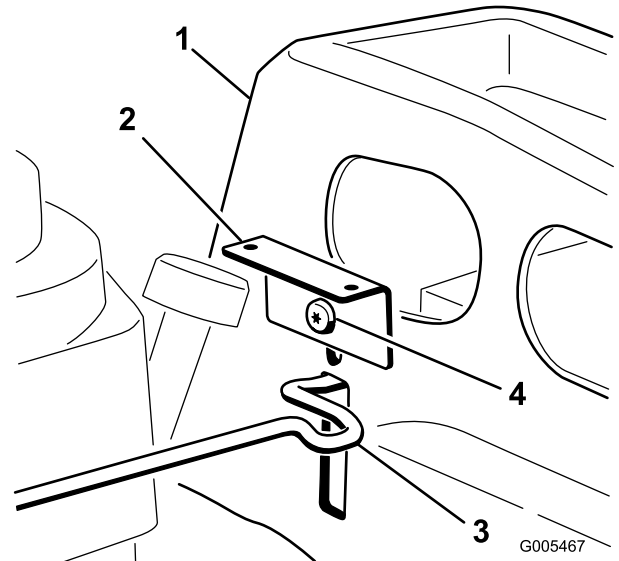

Figure 5
4. Posez l'autre support sur le carénage gauche, dans le trou supérieur, comme précédemment. Fixez toutes les pièces en position avec une vis à épaulement (Figure 5).